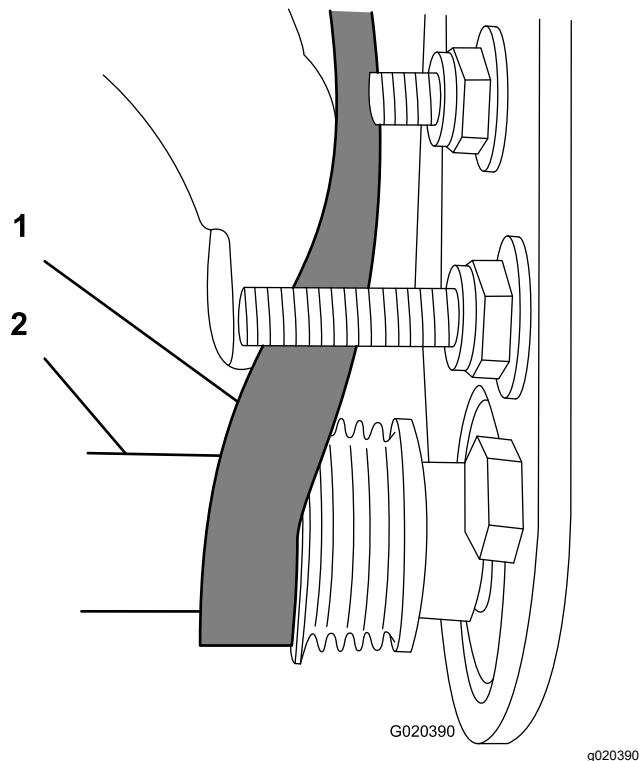

Figura 26
- C. Utilize uma chave de caixa profunda (9/16 pol.) para rodar o conjunto da escova e orientar a correia para a polia da transmissão (Figura 26).